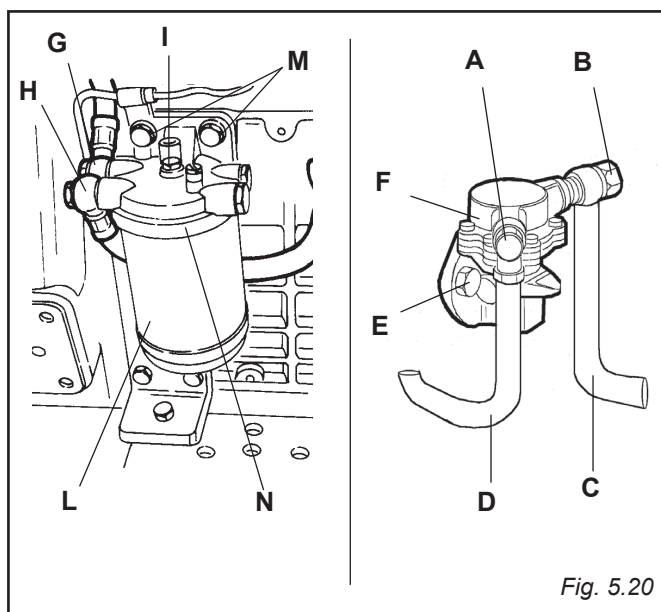

Fig. 5.20
5.26 FUEL PUMP (FIG. 5.20)
5.27 FUEL FILTER (FIG. 5.20)